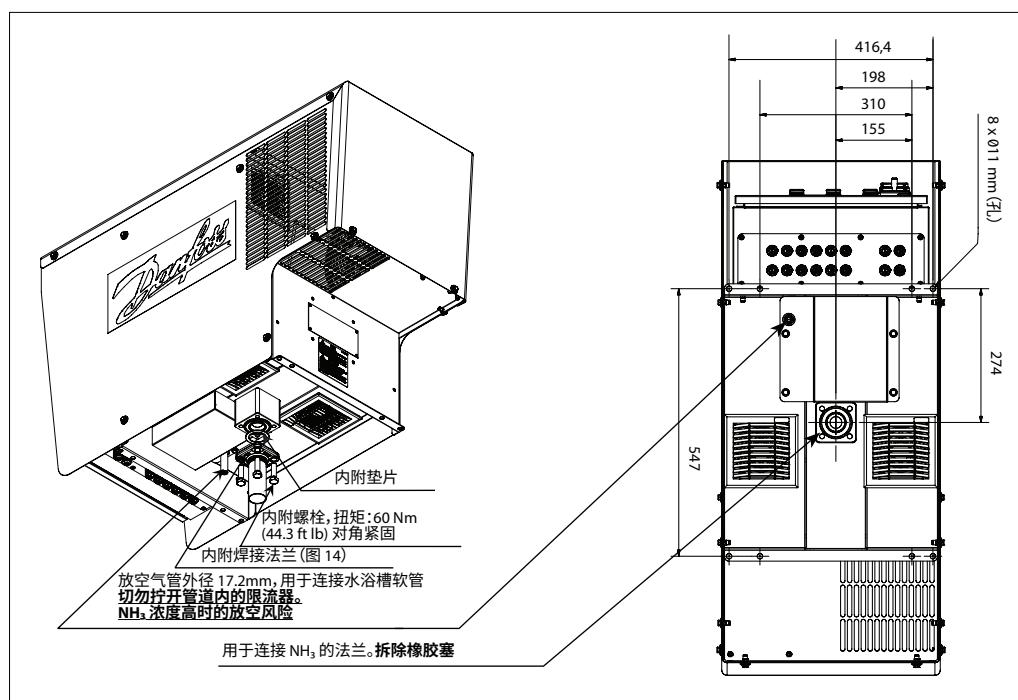
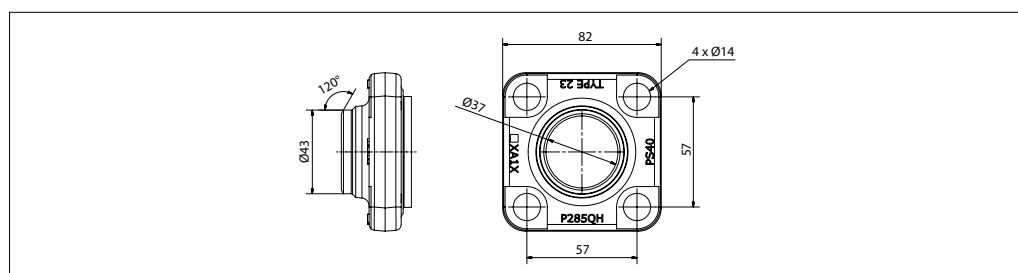

图 13—氨管路连接
图 14—附带的焊接法兰
- 按照图 13 和图 14 准备与焊接法兰连接的氮管道。主配管/排放配管的内径不得小于 $\varnothing 37\text{ mm}$ (1.5 in)。
- 使用空分柜体两侧的吊耳将空分提升到适当位置。**取下法兰开口上的橡胶塞。参见图 13。**